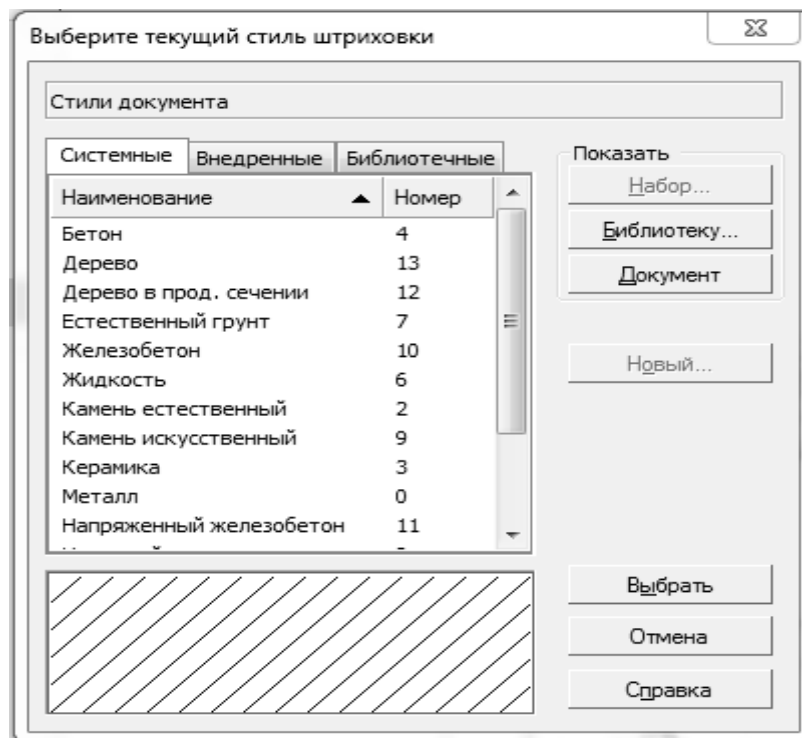

Рисунок 4.1 – Окно выбора стиля штриховки
– появится диалоговое окно **Выберите текущий стиль штриховки** (рисунок 4.1). Нажмите кнопку **Библиотека** и загрузите библиотеку стилей штриховок GRAPHIC.LHS. После этого перейдите на вкладку **Библиотека**, на которой должны отобразиться различные стили штриховок;